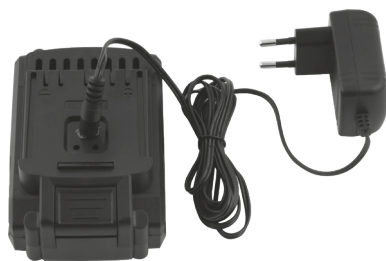

Fig. 8 – Fonte de alimentação
Para carregar a bateria, retire-a da máquina e conecte a fonte de alimentação diretamente na bateria, conforme Fig. 8, e então conecte o plugue da fonte de alimentação na tomada. A bateria possui dois LEDs, sendo um verde e o outro vermelho, que indicam o status de carga da bateria. O LED vermelho indica que a bateria deve ser carregada ou está em processo de carregamento e o verde indica que a bateria está com a carga total.
Logo após a finalização das tarefas, na estocagem e também nas manutenções da PARAFUSADEIRA/FURADEIRA COM IMPACTO A BATERIA PFD 012I DWT, posicione o seletor de sentido de rotação (5), Fig. 8, na posição central. Desta forma, o interruptor de acionamento (6) ficará travado na posição desligado, o que evitará acionamentos involuntários.